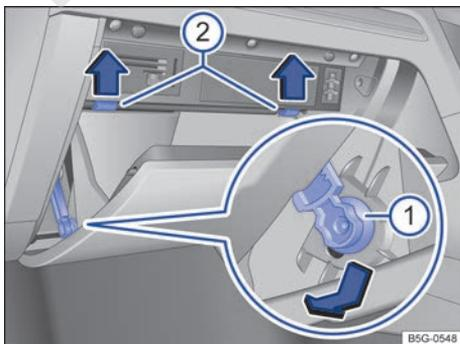

Fig. 175 Tapa de la caja de fusibles del tablero de instrumentos: vehículos con el volante a la derecha, en el lado del acompañante. ▶
- Abra la guantera y, dado el caso, vacíela → fig. 175.
- Desplace el elemento de frenado → fig. 175 ① en el orificio del soporte hacia abajo y extráigalo hacia un lado.
- Presione los pivotes tope → fig. 175 ② hacia arriba, en el sentido de las flechas, y al mismo tiempo abra aún más la guantera.
- Para *montar* la guantera, sitúela en la posición adecuada. Introduzca el elemento de frenado en el orificio del soporte y desplácelo hacia arriba hasta que oiga que ha encastrado. Presione la guantera con cuidado hacia delante, superando la resistencia que oponen los pivotes tope → fig. 175 ②.